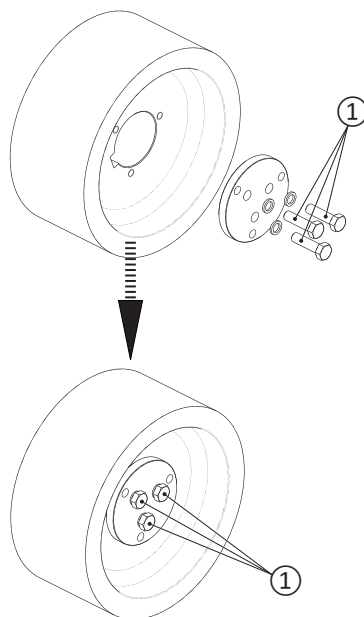

Figura 5
- Posizionare la piastra di fissaggio, grower e bulloni come rappresentato in “Figura 5”.
- Serrare i bulloni ① in modo circolare con una coppia di serraggio pari a 90 Nm.
① VITI M12x45